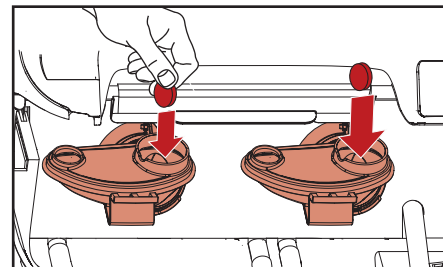

Bild 5.6 - Satt in Rinza tabletter
4. Tryck på utloppsfacket tills du kan höra ett pip (bild 5.6.)
- h. Sätt inn en Rinza Cleaning Tablett i båda blandnings skålarna (bild 5.6).